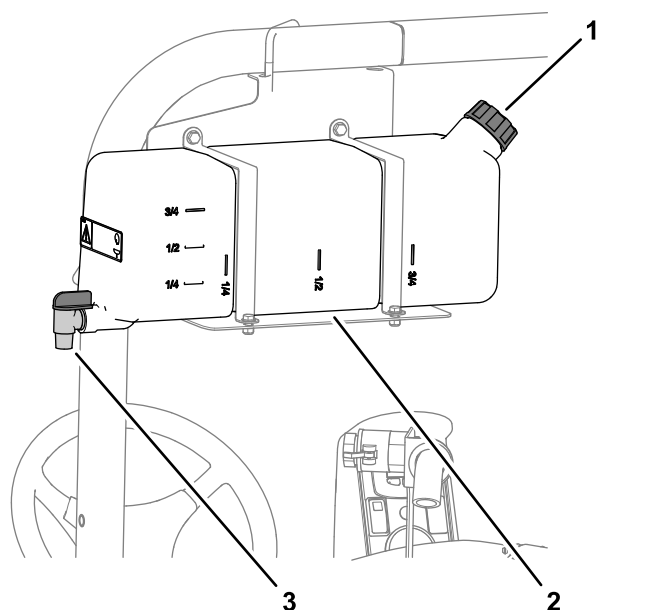

Figura 18
- Per riempire il serbatoio, svitate il tappo sulla parte superiore del serbatoio, riempite il serbatoio con acqua dolce e montate il tappo (Figura 18).
- Per aprire il rubinetto del serbatoio d'acqua dolce girate la leva del rubinetto (Figura 18).